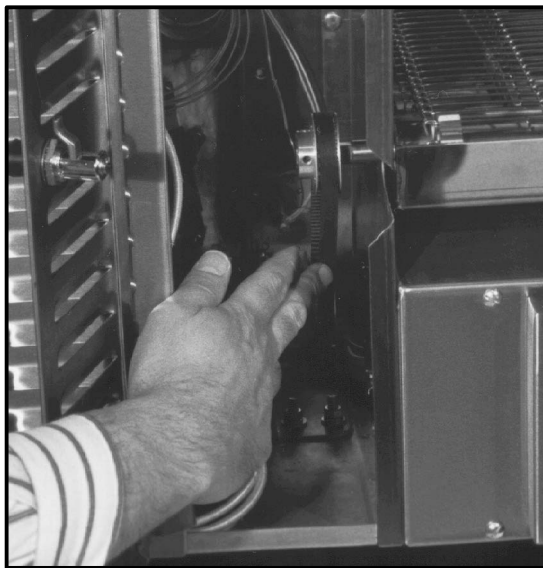

Figure 25
2. Installer la ceinture à l'autours du moteur et la poulie d'engrenage du convoyeur. Reportez-vous à la Figure 25. Pousser le convoyeur à la position initiale pour serrer la ceinture.